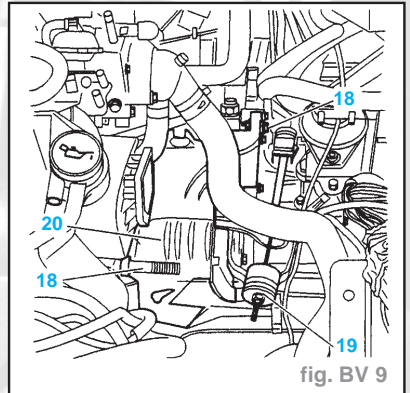

fig. BV 9
- Poser (fig. BV. 9) :
- la vis à colonnette (18), serrer à **3,5 daN.m**
- le support plastique (20)
- la vis (18)